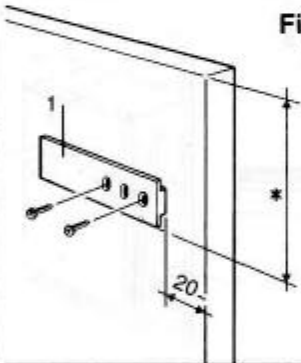

Fig. 10
- (Fig. 10) Ouvrir les portes du meuble et du réfrigérateur puis positionner le dispositif d'entraînement à encastrement sur la glissière 1.